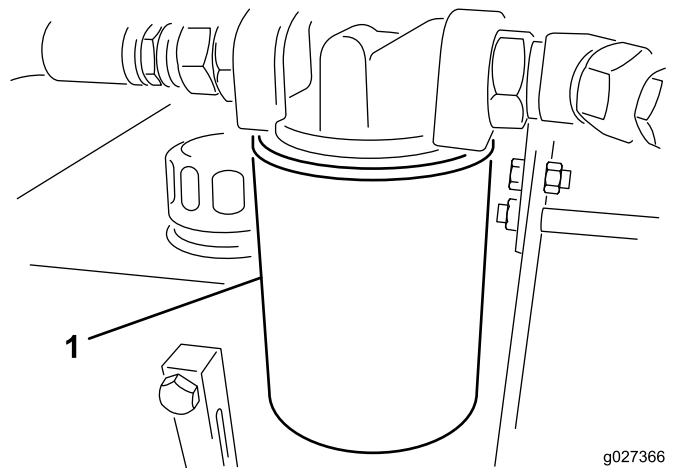

图11
- 在滤芯下面放置一个放油盘并拆下滤芯 (**图11**)。